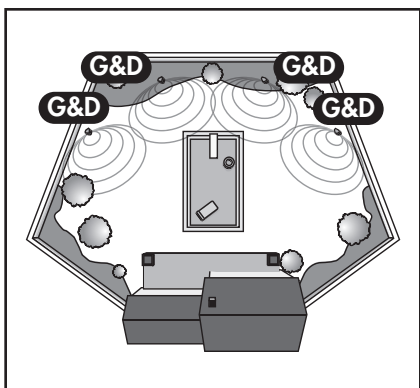

Figure 3. Couverture distribuée à enceintes multiples, canaux gauche et droit
Positionnement : Couverture distribuée à enceintes multiples, canaux gauche et droit (figure 3).
- **Couverture distribuée à enceintes multiples, canaux Gauche+Droit (figure 3):** Circuler dans toute l'aire d'écoute. Ajuster la position des enceintes de façon à obtenir la couverture la plus uniforme possible.